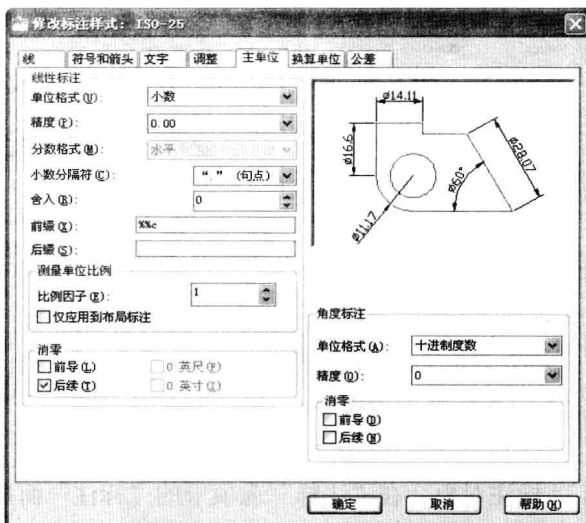

图 7-7-2
(2) 单击“注释”选项卡，在“标注”面板中单击“标注样式”按钮，打开“标注样式管理器”对话框，单击“修改”按钮，打开“修改标注样式”对话框，单击“主单位”选项卡，“前缀”中输入直径控制代码“%%c”，如图 7-7-2 所示。